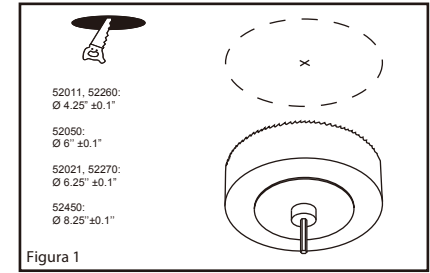

Figura 1
1. Utilice la plantilla de tamaño de agujero incluida en la caja para perforar un agujero en el techo. Prepare los cables de suministro. Instala y desproteja el cable de alimentación de línea 6" (15 cm) y los alambres 5/8" (1,6 cm). (Figura 1)